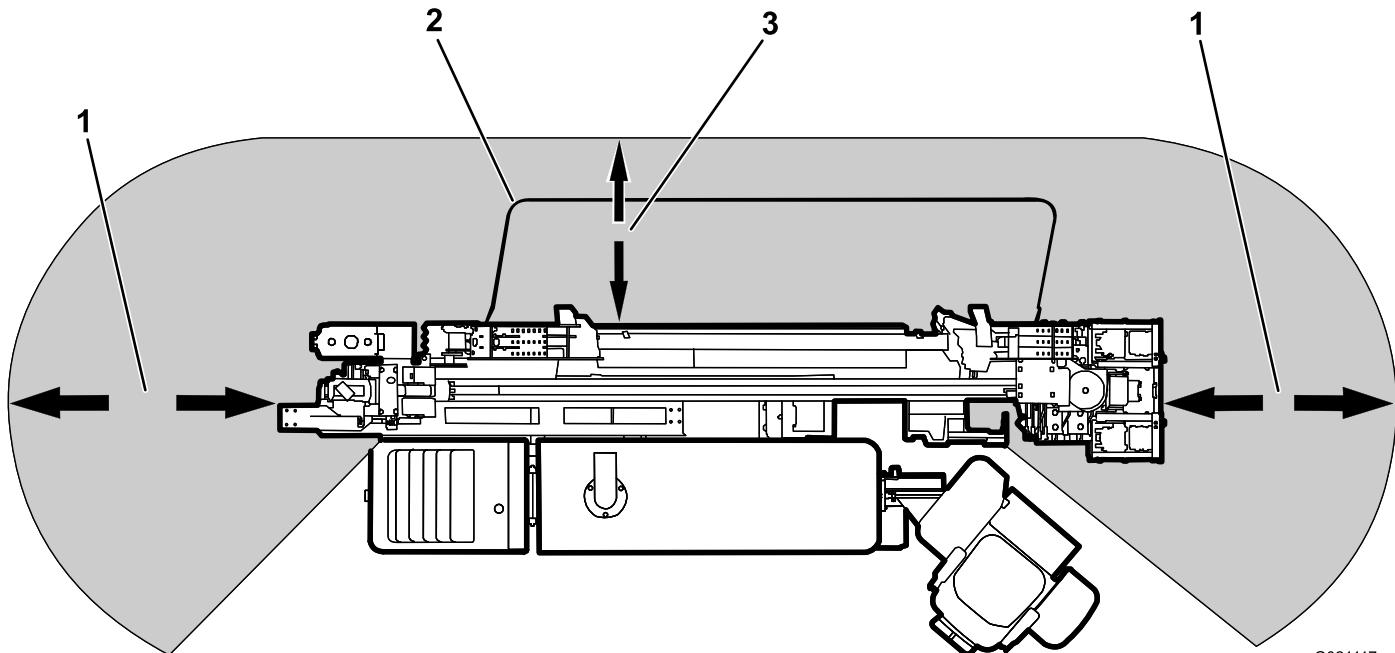

Рисунок 4
- Всегда опускайте предохранительную штангу перед бурением (Рисунок 4).